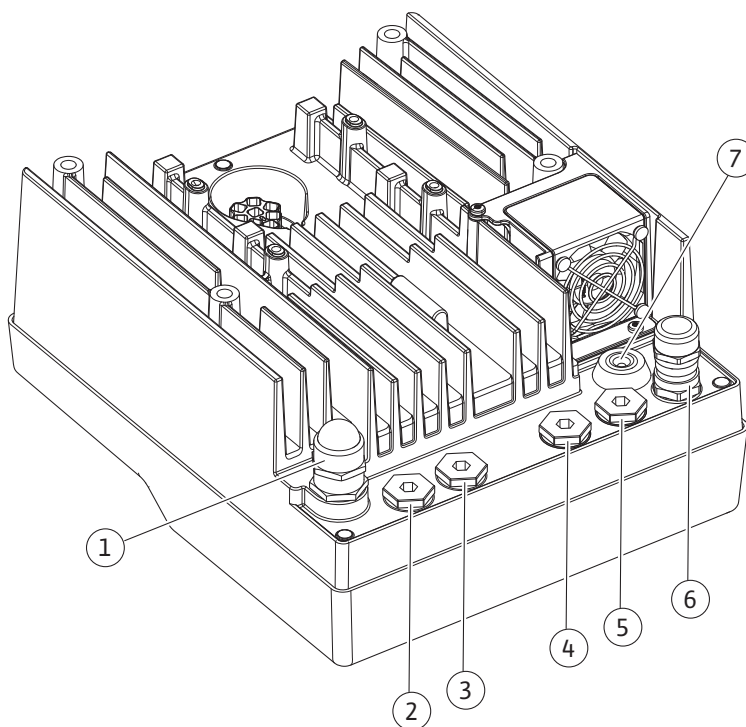

Fig. 10: Kabelförskruvningar/kabelanslutningar
- CIF-modul till fastighetsautomationen (busskommunikation): Skärmen ansluts till kabelgenomföringen på elektronikmodulen (Fig. 10).
4. För in anslutningskabeln genom kabelförskruvningen M25 (Fig. 10, pos. 1). Skruva fast kabelförskruvningen med föreskrivna vridmoment.